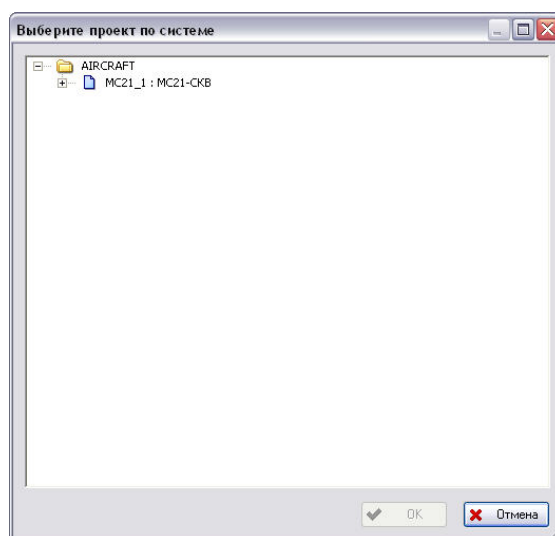

Рис. 1-9
2. В появившемся окне выберите нужный проект по системе (рис. 1-9). В результате откроется главное окно программы, в котором выбранный проект будет открыт на редактирование.